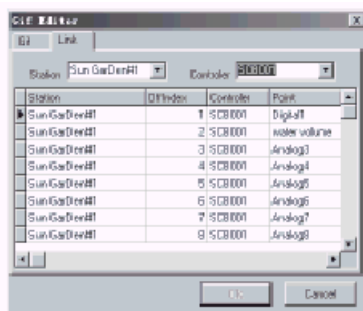

Fig. 4-30 Conexión de la Entrada y Salida de Gráficos Animados y el FAB
Del mismo modo, Ud. puede seleccionar otros diagramas. Cuando Ud. seleccionó la opción de imagen, como se ve en la Fig. 4-30, puede insertar archivos gráficos BMP.
3. Seleccione y haga clic en **Link**, el sistema mostrará un cuadro de diálogo como en la Fig. 4-30. Seleccione el puerto I/O del Array Logic de la estación de trabajo que actualmente corresponde al ventilador y luego haga clic en **Confirm**. Se completará así la inserción del gráfico animado y la interconexión. Cuando el ventilador esté funcionando normalmente, se satisfarán las condiciones requeridas de operación y su estado será transferido en tiempo real al sistema de monitoreo. Esto se